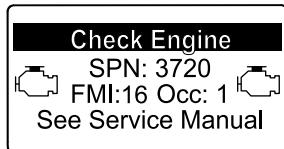

Figure 81
- Avertissement moteurSPN 3720, FMI 16 (Figure 81)